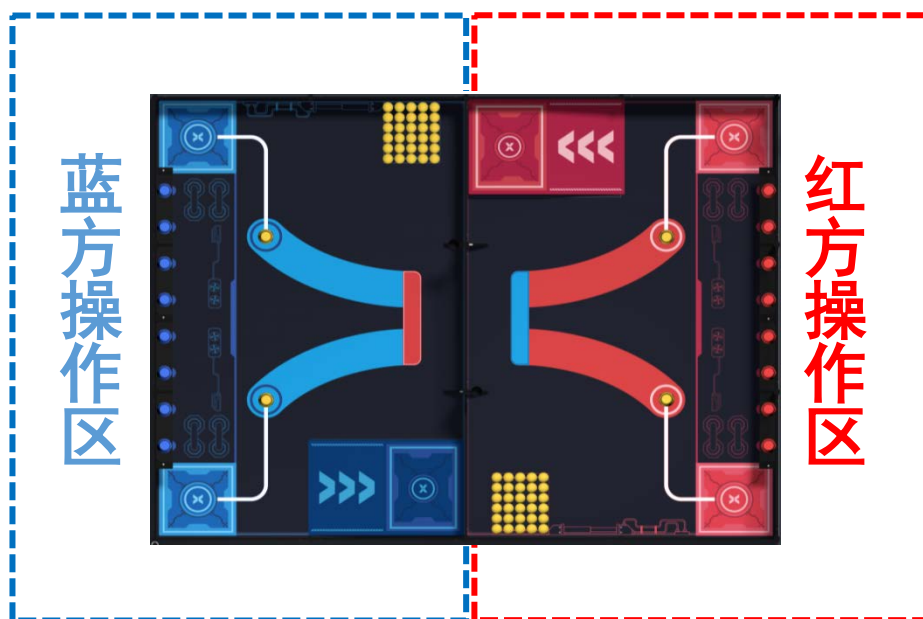

图 5.1 操作区
**R13.** 参赛队员在比赛过程中只能在操作区内活动，如图 5.1 所示（实际操作区大小视比赛现场情况而定）。